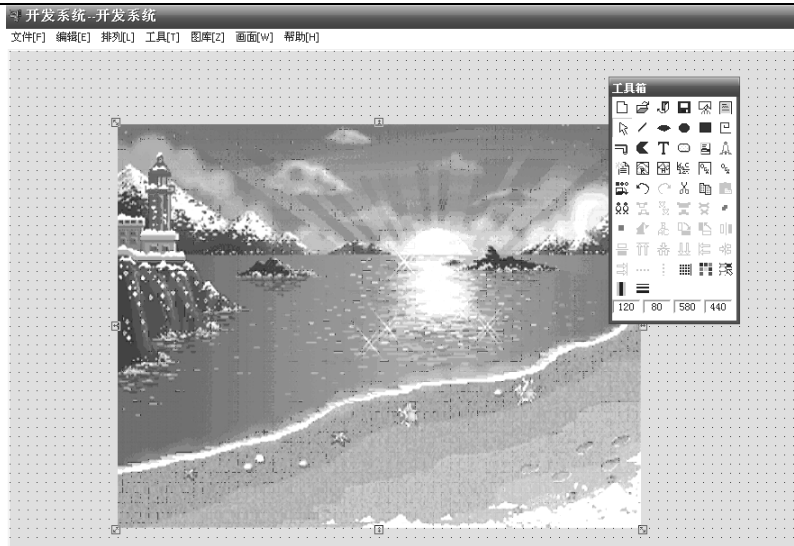

图 3-26
4、选择“从文件中加载”命令即可将事先准备好的图片粘贴过来，如图 3-26 所示。